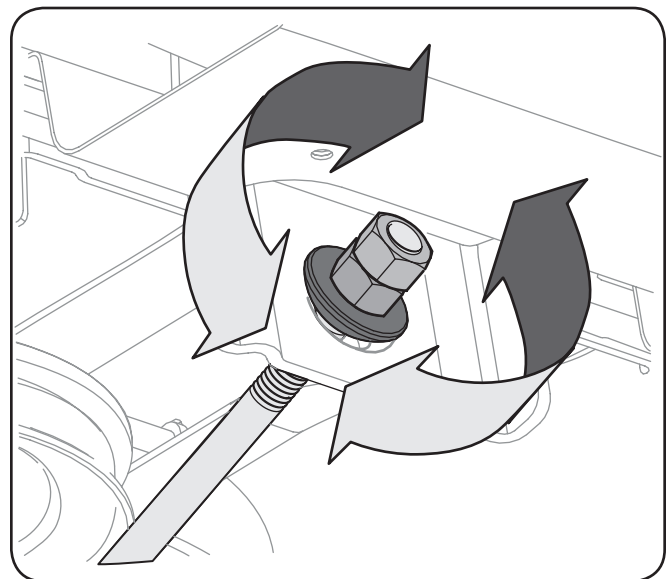

Figura 6-6
5. Para levantar la parte delantera de la cubierta, retire la tapa, afloje la tuerca exterior y apriete (rosca hacia adentro) cada tuerca contra el soporte de suspensión delantera. Vea la Figura 6-6. Cuando se logra el ajuste correcto, vuelva a apretar la tuerca exterior y reemplace la tapa.
6. Para bajar la parte delantera de la cubierta, retire la tapa, afloje la tuerca exterior y luego afloje (rosca hacia afuera) la tuerca, lejos de la ménsula de suspensión frontal. Vea la Figura 6-6. Cuando se logra el ajuste correcto, vuelva a apretar la tuerca exterior y reemplace la tapa.